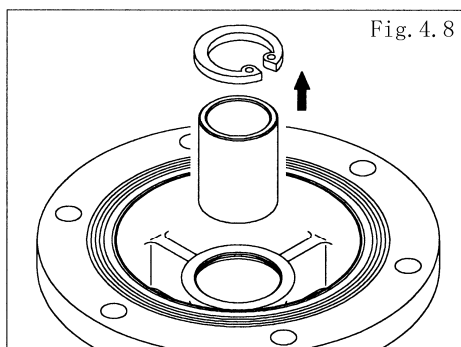

Fig. 4.8
- ・C 型止輪を外し、エアチャンバーからスロットベアリングを取り外す。[Fig.4.8]